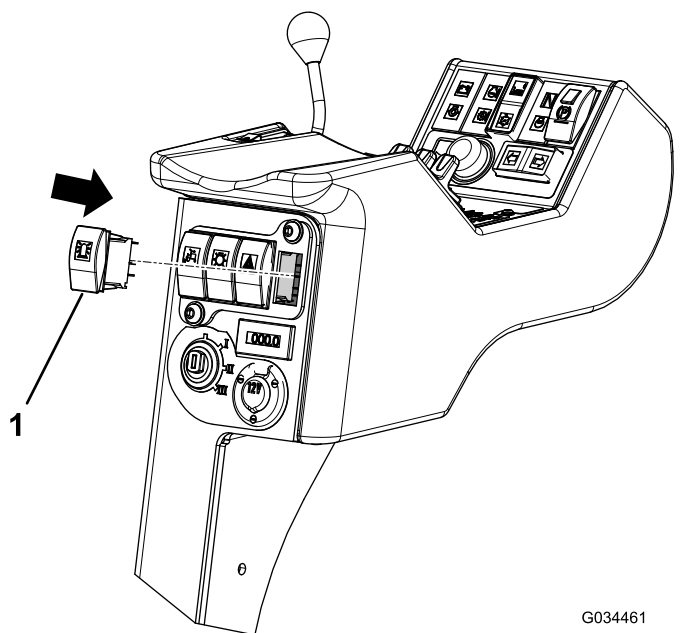
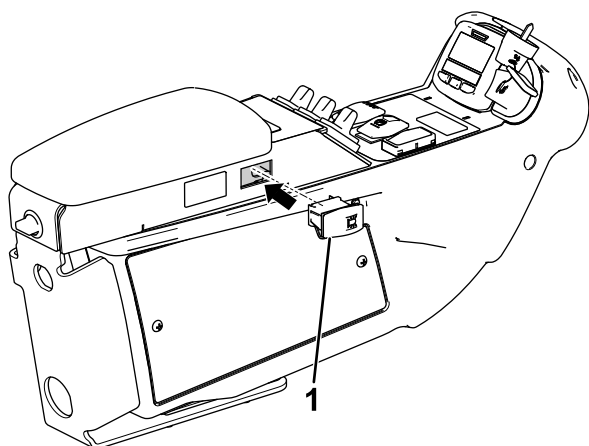

Figura 20
Figura 21
3. Introduzca el interruptor a presión en el orificio hasta que encaje (Figura 20 y Figura 21)